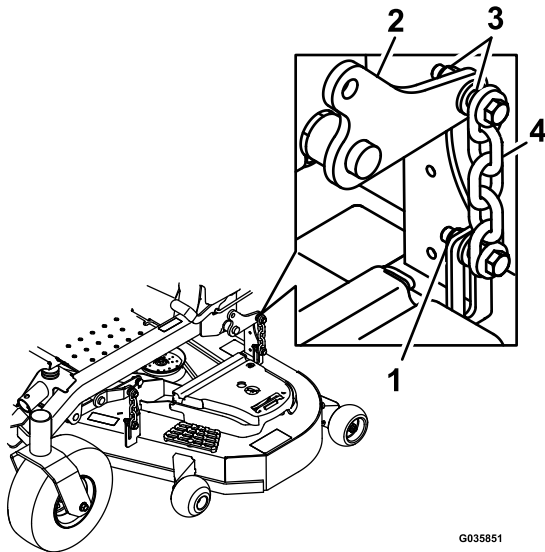

Figura 76
- Afloje las contratuercas (Figura 76) en las cuatro esquinas y asegúrese de que la carcasa de corte quede bien asentada sobre los cuatro bloques.